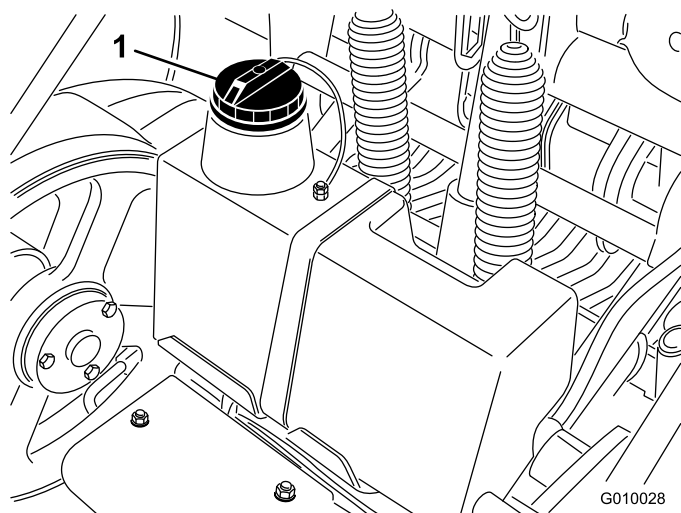

Рисунок 18
3. Очистите зону вокруг заливной горловины и крышки гидравлического бака (Рисунок 18). Снимите крышку заливной горловины.